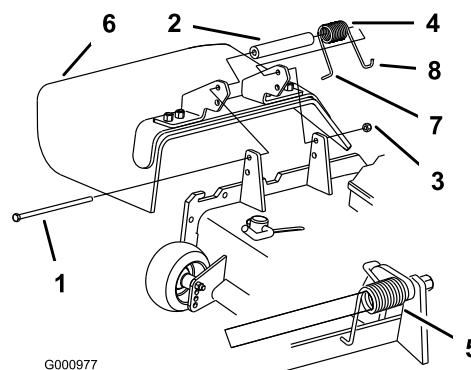

Figura 82
1. Retire la contratuerca, el perno, el muelle y el espaciador que sujetan el deflector a los soportes de pivote (Figura 82). Retire el deflector de hierba dañado o desgastado.
Nota: Asegúrese de colocar el extremo en L del muelle detrás del reborde de la plataforma antes de instalar el perno, según muestra Figura 82.
3. Instale el perno y la tuerca. Coloque el extremo en **J** del muelle alrededor del deflector de hierba (Figura 82).